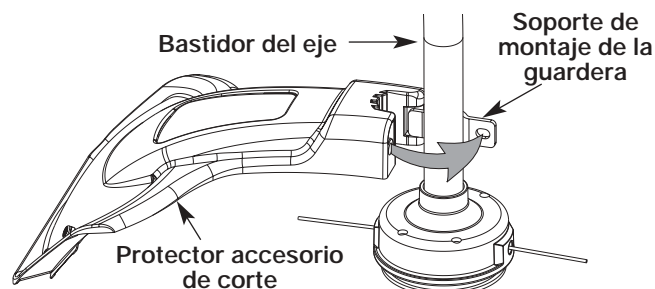

Fig. 3
1. Coloque el protector del accesorio de corte en el bastidor del eje. Cerciórese de que el soporte de montaje de la guardera se deslice en la ranura situada en el borde del protector de corte. Gire el protector en sentido antihorario hasta que quede en su lugar (Fig. 3). Los orificios en el soporte de montaje de la guardera y el protector del accesorio de corte se alinearán.